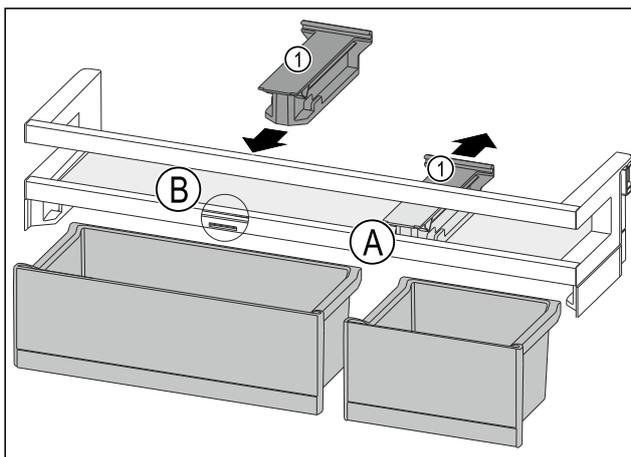

Fig. 82
- ▶ Tirare l'elemento di tenuta Fig. 82 (1) all'indietro per portarlo in posizione Fig. 82 (A).
- ▶ Inserire l'elemento di tenuta Fig. 82 (1) in posizione Fig. 82 (B).